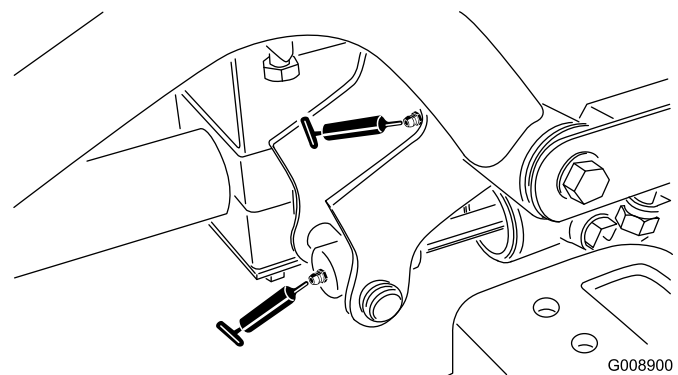

図 37
- ・ 右前昇降アームのピボット昇降シリンダ (2ヶ所) (図 37)